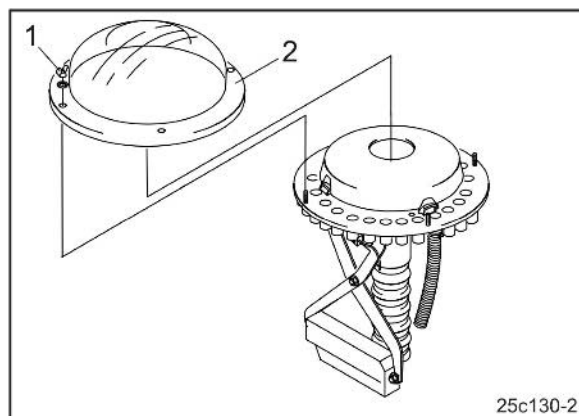

Fig. 114
4. Flügelmuttern (Fig. 114/1) lösen und die durchsichtige Kunststoffkappe (Fig. 114/2) vom Verteilerkopf abziehen.
6. Kunststoffkappe (Fig. 114/2) montieren.
7. Kunststoffkappe mit Flügelmuttern (Fig. 114/1) befestigen.